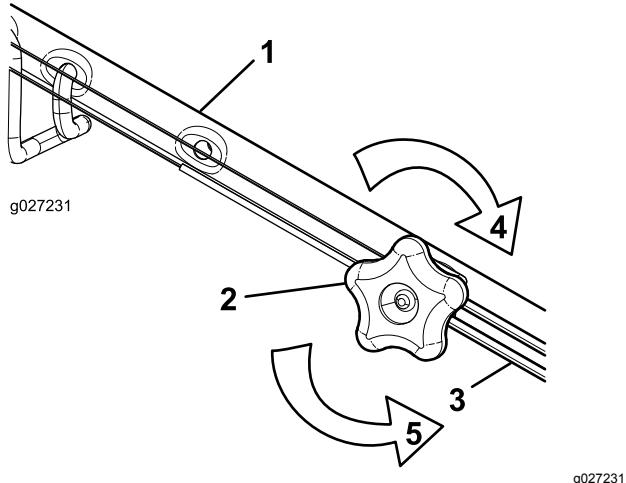

Рисунок 37
- Поверните ручку регулировки против часовой стрелки, чтобы ослабить затяжку троса (Рисунок 37).
- Отрегулируйте натяжение троса (Рисунок 37), потянув его назад или вперед, затем удерживайте в этом положении.